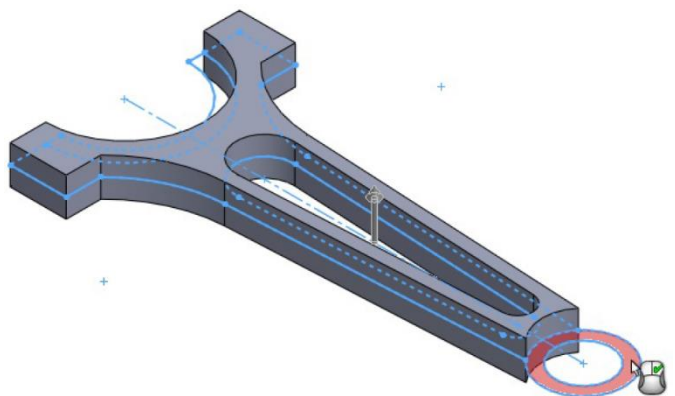

Рисунок 5.41 – Контур, вибраний для видавлювання
- в) Виберіть інші контури та видавіть їх на необхідну відстань (див. рис. 5.41 і 5.42).